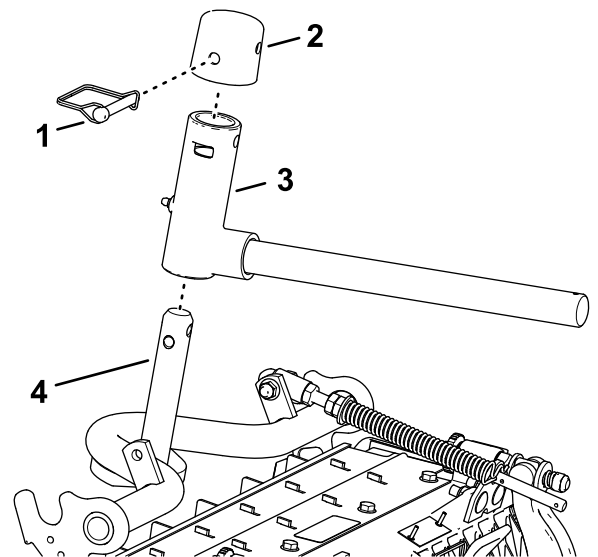

Figure 27
- Montez la chape du bras de levage sur l'arbre du bâti porteur (Figure 27).